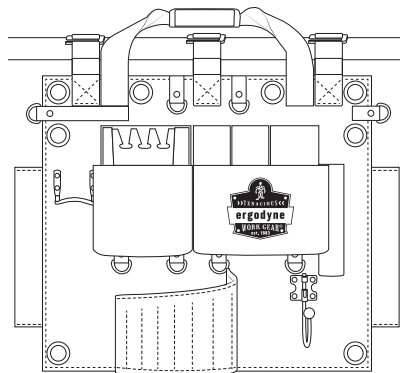

Fig. 5
2. Wrap one loop around the structure of the railing and reinsert hardware back into the loop on the apron. [fig. 5]
2. Enrolle una presilla alrededor de la estructura de los rieles y vuelva a insertar el hardware en la presilla del cinturón delantal. [fig. 5]